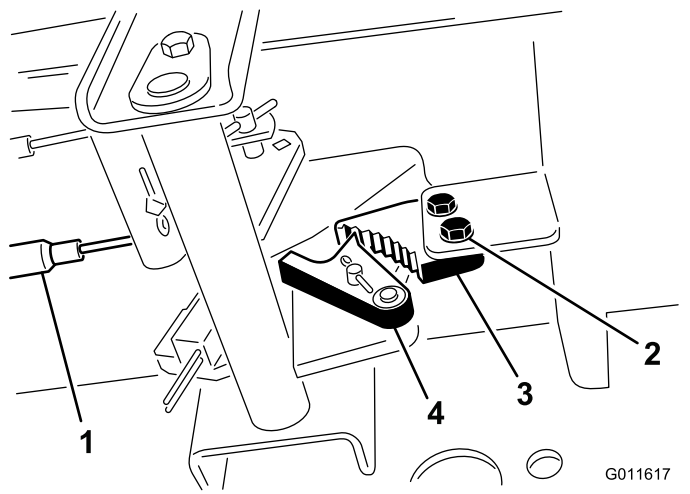

图70
- 1. 松开将驻车刹车闸固定到机架的 2 个螺钉图70。
- 2. 向前踩驻车刹车踏板直到刹车卡槽完全接合刹车闸图70。